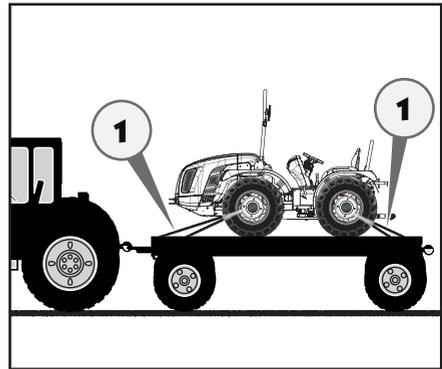

Abb. 5.27
Wenn der Traktor auf ein geeignetes Transportmittel verladen wurde, muss er mit Befestigungsgurten oder geeigneten Ketten (1) abgesichert werden. Die Achsen stellen geeignete Punkte zur Anbringung von Gurten oder Ketten dar (Abb. 5.27). Keine Ketten an Traktorteilen anbringen, die durch die Ketten oder zu hohe Lasten beschädigt werden könnten.